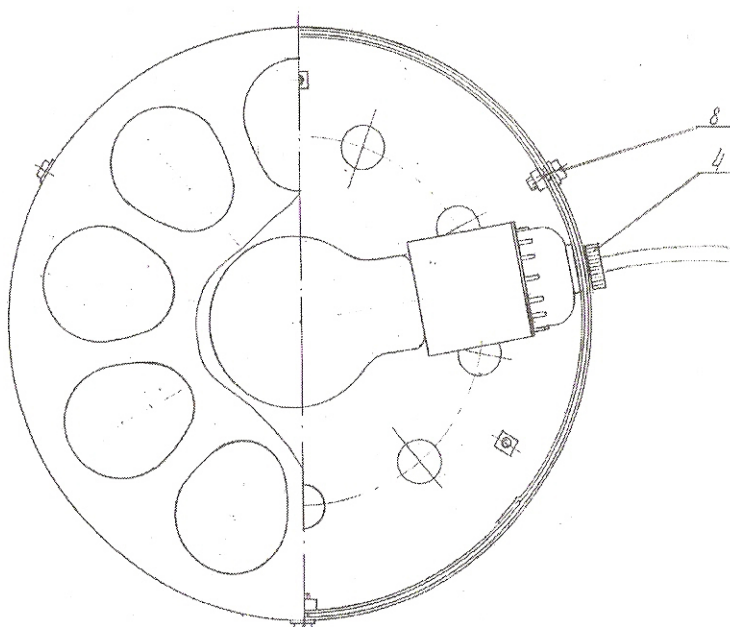

Рис. 1 Овоскоп ОН-10 вид сверху
- 5.1.4 Уложить проверяемые яйца в ячейки верхней крышки (рис. 1).
6.1.2 Заменить неисправную лампу (рис.1).